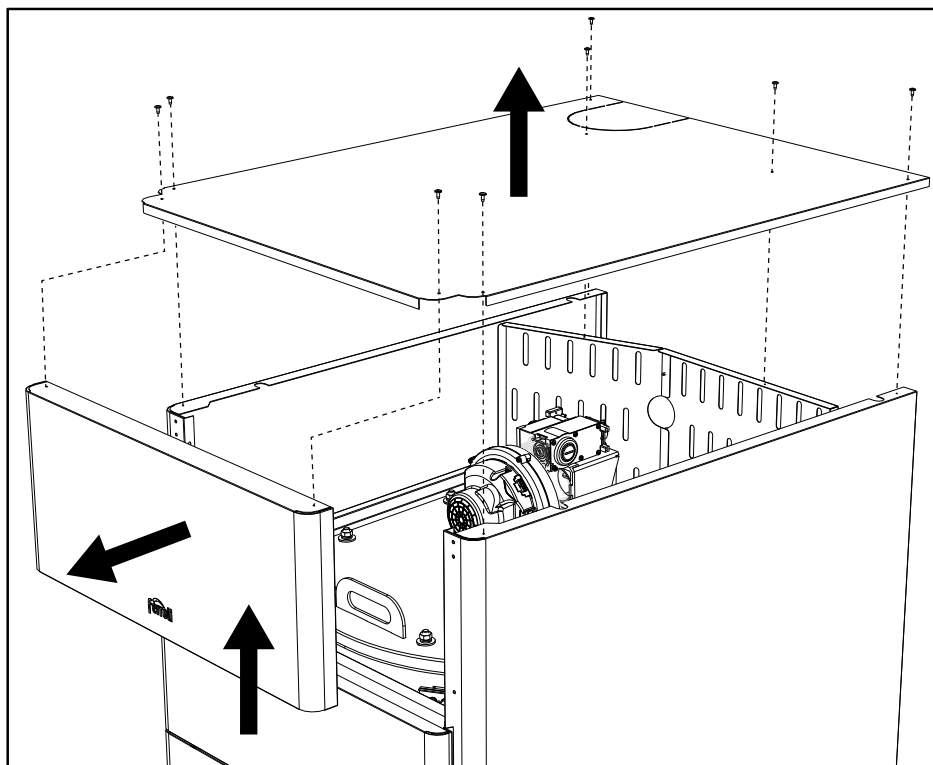

fig. 68
- Quite la tapa y el panel frontal (fig. 68).